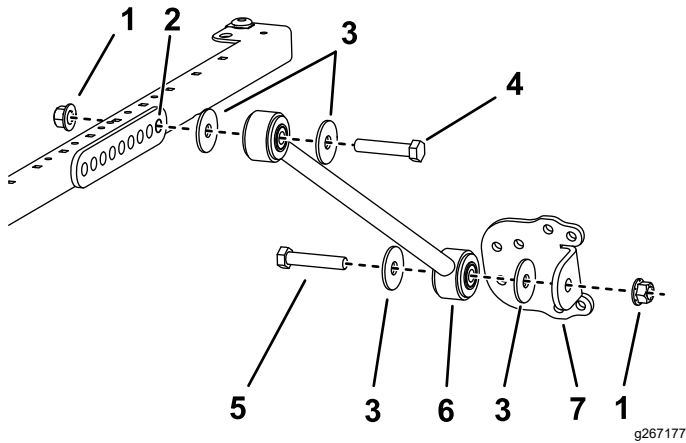

Figura 41
4. En cada lado del bastidor del toldo, monte provisionalmente un tirante en el taladro trasero del soporte del tirante con un perno ($\frac{1}{2}$ " x $2\frac{3}{4}$ "), 2 arandelas ($\frac{1}{2}$ ") y una tuerca con arandela prensada ($\frac{1}{2}$ "), según se muestra en la Figura 41.
5. Sujete provisionalmente un soporte de tirante a cada tirante con un perno ($\frac{1}{2}$ " x $2\frac{1}{2}$ "), 2 arandelas ($\frac{1}{2}$ ") y una tuerca con arandela prensada ($\frac{1}{2}$ "), según se muestra en la Figura 41.